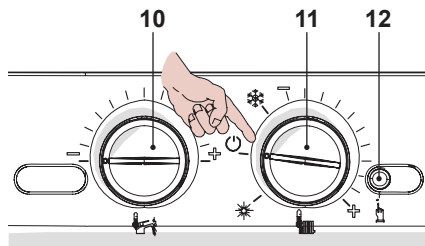

Рисунок 5.92
- Чтобы выйти из режима программирования, установите переключатель функций / регулятор температуры 11, как показано на рисунке, см. Рисунок 5.92.